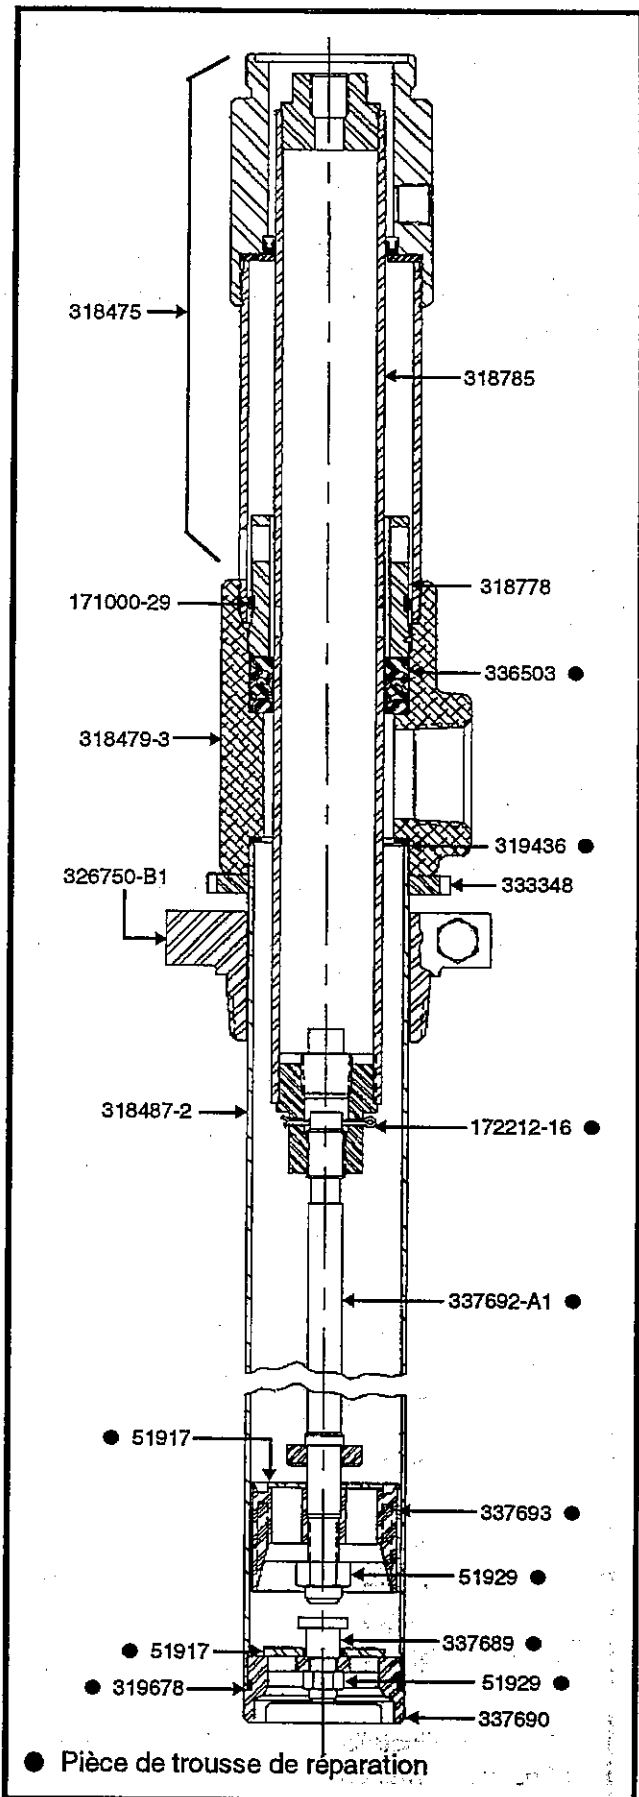

Figure 5 : Modèle 7216-4
(Figures 5 & 6)
3. Dévissez l'ensemble de pompe et tube de la pièce coulée de pompe (voir la Figure 5 ou 6).